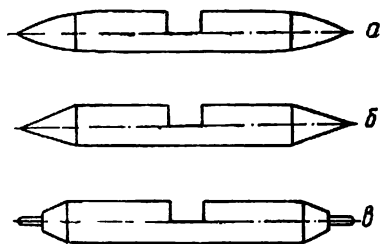

Рис. 65. Ось баланса
**Исправление оси баланса.** Тупые изношенные концы оси баланса необходимо исправить, так как они вредно влияют на величину амплитуды колебаний баланса. Правильная форма заточенных концов оси баланса показана на рис. 65, а. Такая форма способствует задержанию в центровых винтах масла, препятствуя его растеканию. На рис. 65, б показана ось с неправильно заточенными концами. Подлежащие исправлению концы оси отпускать не следует. Ось помещают в цангу или центр токарного станка (см. рис. 19, д) и затачивают посредством шлифовального камня, а затем тщательно полируют. Если окажется, что ось баланса после нескольких затачи-
На рис. 65, в показана ось баланса, применяемая в будильниках нового типа, смонтированного на камнях.
Часовые заводы применяют латунную оправу (винт), в которую закатан корундовый камень с конусообразным углублением. Произведенные испытания центрового винта с такими камнями дали превосходные результаты. В нового типа будильниках отечественные заводы стали применять оси баланса с цапфами (рис. 65, в), вращающихся в камнях с подпятниками. Камни смонтированы в латунных центровых винтах.